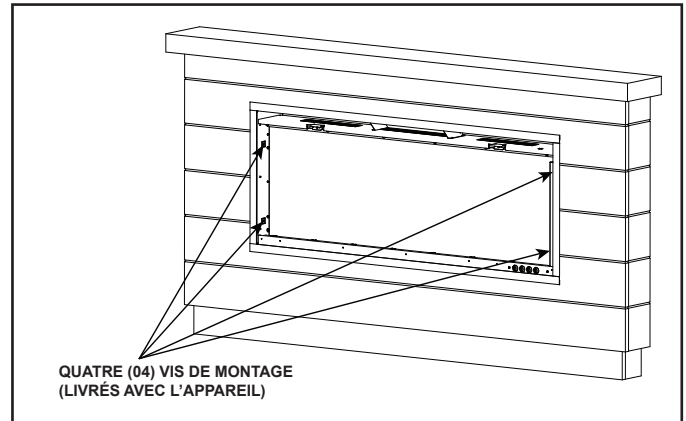

Figure 32
Suivez les instructions d'installation incluses dans l'appareil pour le monter dans la cavité de l'armoire de la trousse de montage. Une fois que l'appareil est câblé, de niveau et d'aplomb avec l'armoire, fixez-le sur les emplacements de montage prévus à cet effet avec les quatre (4) vis de construction (W) fournies avec l'appareil. Voir la figure 32.